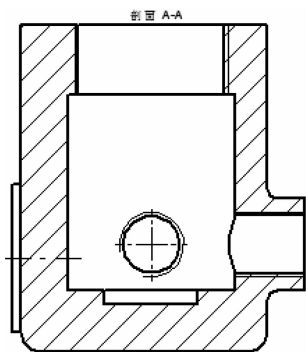

图 9-226 自动标注中心线
(1) 选择【主页】选项卡中【注释】区域中的  【自动创建中心线】按钮，系统弹出【自动创建中心线】命令条，单击主视图，系统自动标注中心线如图 9-226 所示。